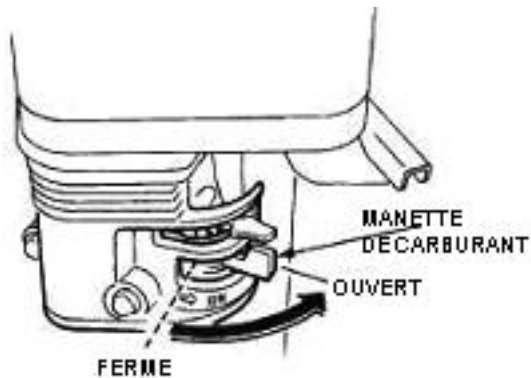

Figure 9. Robinet de carburant
1. Placer le **robinet** (Figure 9) en position OUVERT.